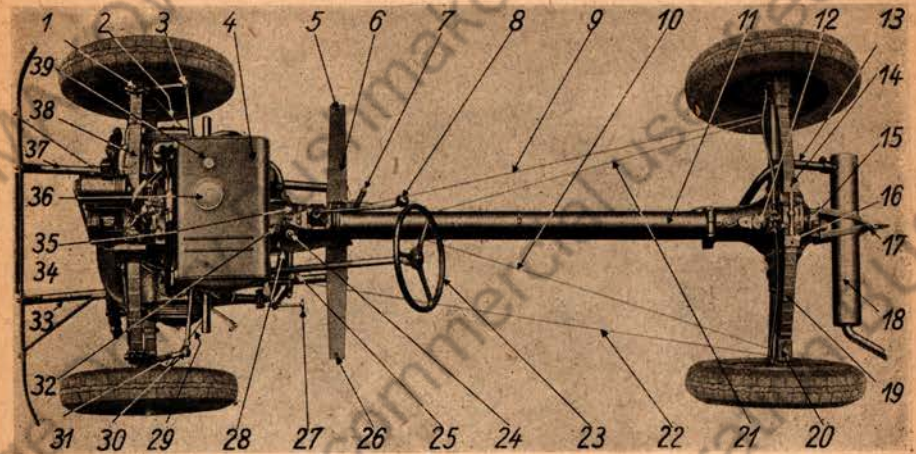

Bild 1. Fahrgestell, von oben
**d) Achsschenkel aus- und einbauen und Buchsen ersetzen** (Bild 1, 2, 20 und 25)
**e) Hinterachse aus- und einbauen** (Bild 1, 2 und 15)
#### **c) Vorderrad-Einstellung (Bild 1, 20 und 25)**
**b) Bremsen einstellen** (Bild 1, 2 und 26)